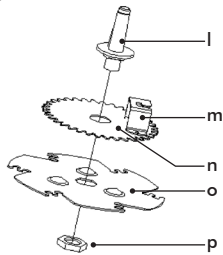

Fig. 2
-Introduzca el asa de metal (d) en su emplazamiento (m) del sistema de engranajes (ver Fig. 2, página 3). Gire hacia la derecha el tornillo (e) para fijar ambas partes. Para desenroscarlo, gírelo hacia la izquierda.